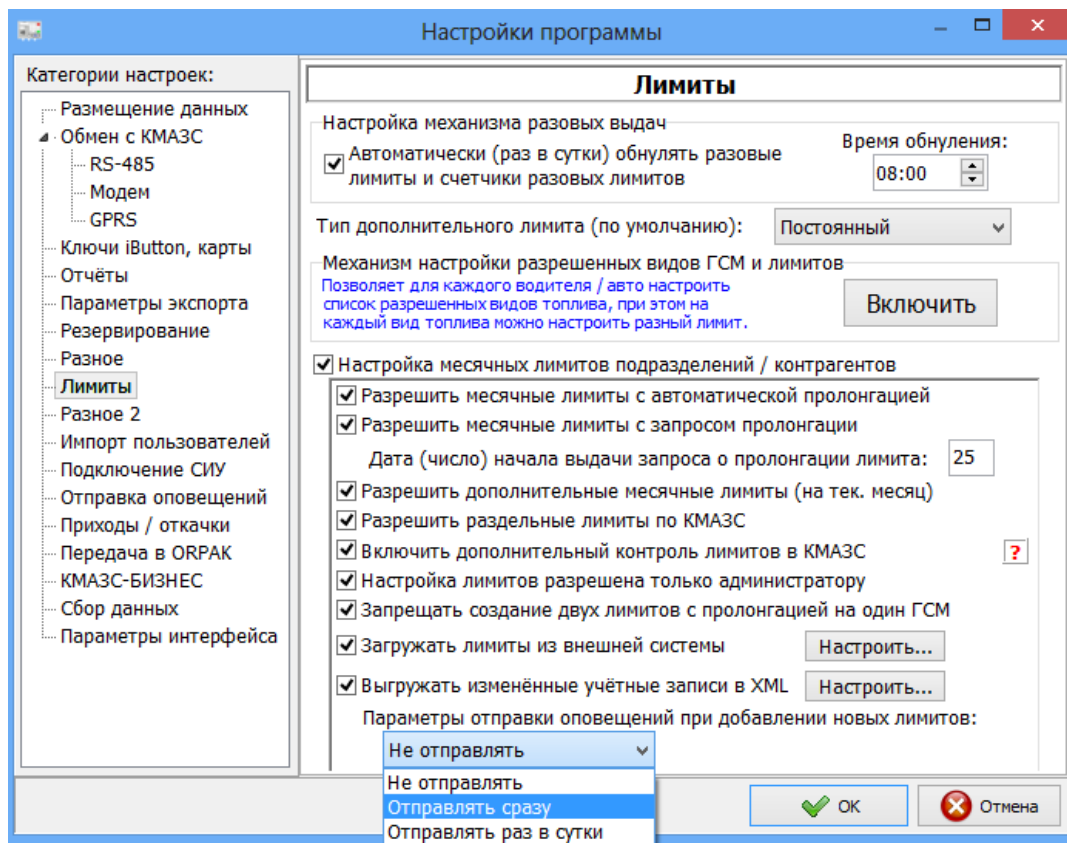

Рис. 19
2. Выполнить настройку месячных лимитов подразделений/контрагентов в окне «Настройки программы\Лимиты» (**меню Настройки\Настройки программы\Лимиты** (рис. 19)):
3. Настроить параметры отправки оповещения: «Отправить сразу», «Отправлять раз в сутки» (рис.19).